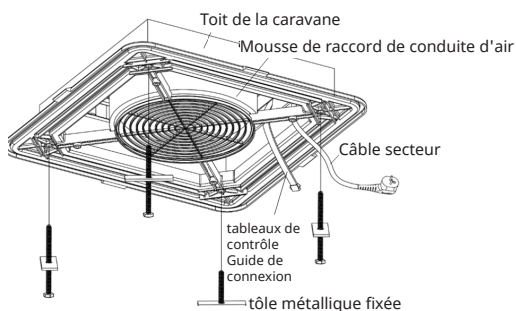
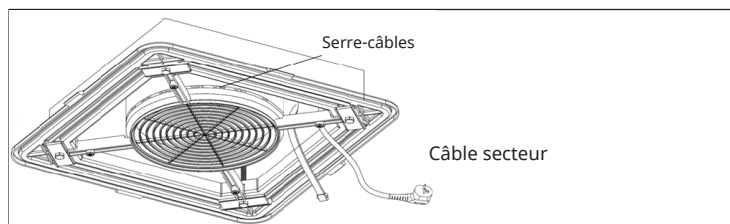
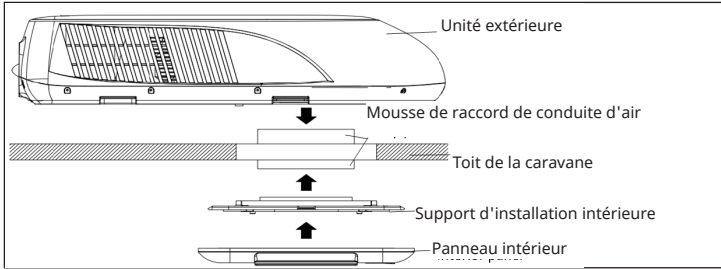

Figure 11
Figure 12
Figure 13
2. Support pour montage intérieur (fig. 11, fig. 12, fig. 13)